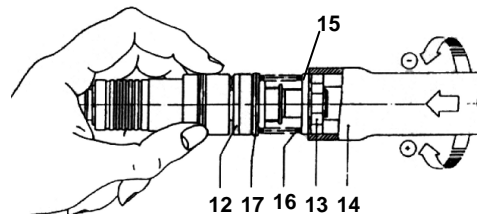
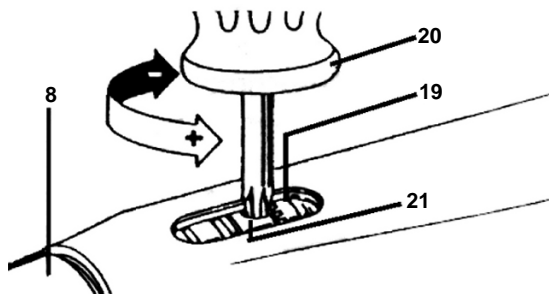

Abb. 8 Federwechsel und Einstellen der Kupplung bei 20 Watt
Abb. 10 Drehmomenteinstellung (180 - 240 Watt)
- Lagerhülse (8) ausschrauben (Linksgewinde), Kupplung (12) abziehen und Teile demontieren.
- o **bei Baugröße 20 Watt** (siehe Abb. 8)
- Sechskantmutter (13) mit Steckschlüssel (14) abschrauben. Scheibe (15) und Druckfeder (16) abnehmen. Scheibe (17) nicht entfernen!
- **Bei Baugröße 20 Watt** (siehe Abb. 8)
- Zur Einstellung Steckschlüssel (14) gegen Kupplung drücken und Sechskantmutter (13) verdrehen.
- **Bei Baugröße 50 Watt - 240 Watt** (siehe Abb. 10)
- Lagerhülse (8) soweit ausschrauben (Linksgewinde) bis die Aussparung im Gehäuse sich über der Aussparung der Lagerhülse befindet.
- Kupplung (12) verdrehen bis der Schlüsseleinsatz des Stellrings (21) sichtbar ist, Schlüssel (20 Zubehör) einsetzen und durch Verdrehen der Zahnscheibe (19) gewünschtes Drehmoment einstellen.